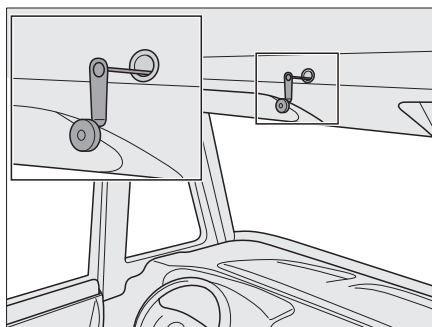

Fig. 172 Mando de emergencia de la cama elevada eléctrica
- ▷ Durante un corte de corriente, la cama elevada eléctrica también puede ser accionada con una manivela de emergencia (Fig. 172). Ésta se encuentra en la cocina integrada.